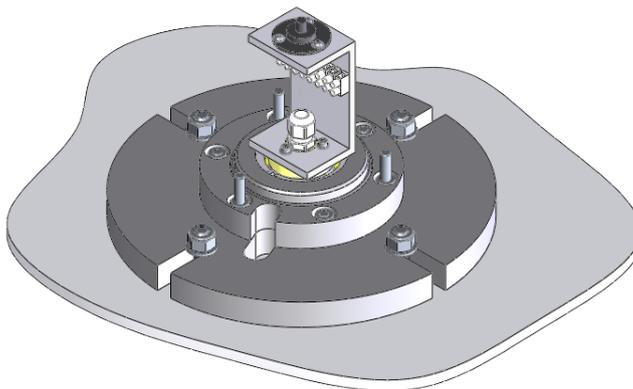

Figura 37. Alloggiamento cuscinetti montato su una piastra di fissaggio
- Montare l'alloggiamento cuscinetti sopra la piastra di fissaggio, collocando il sottoinsieme giunto rotante sopra il foro. Fissare stringendo i dadi sui tre bulloni prigionieri della piastra di fissaggio (Figura 37).